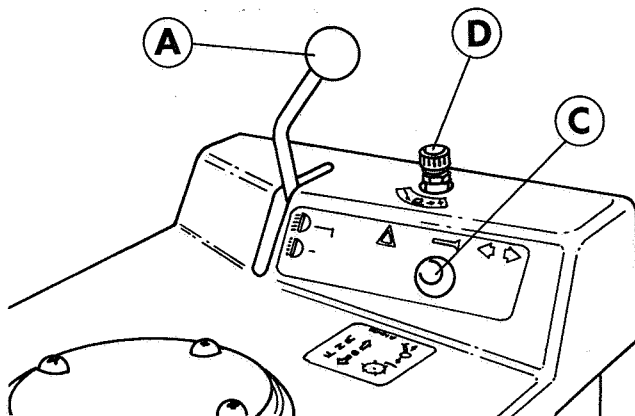

Fig.53
5. Set the hydraulic drive lever (A Fig.53) into the rear position for reverse drive and the cutting cylinders will run in reverse.
5. Rückwärtsgang einlegen (A Abb.53). Die Schneidzylinder drehen sich zurück.
5. Mettez le levier de commande (A Fig.53) en position arrière pour obtenir l'entraînement arrière et les cylindres de coupe tourneront en arrière.
5. Plaats de hydraulische aandrijvingshendel (A Afb.53) in de achterwaartse stand voor achterwaartse beweging, zodat de maaicilinders achteruit draaien.